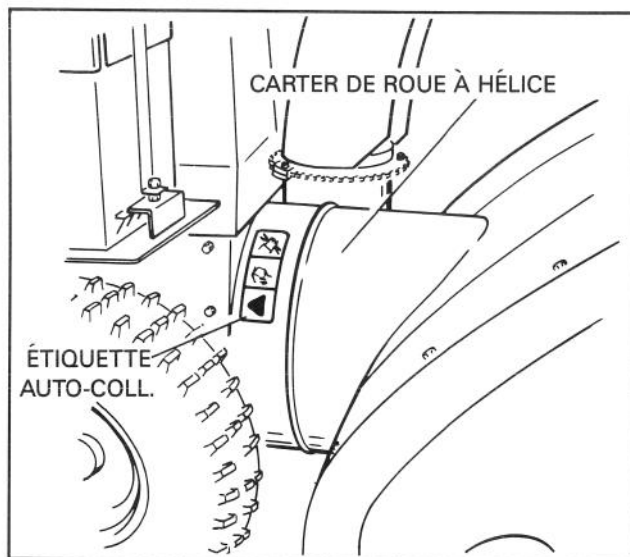

Figure 15
28. Maintenez tous les fil libres à l'aide d'attaches et posez l'étiquette auto-collante d'avertissement sur le carter de la roue à hélice (fig. 15).